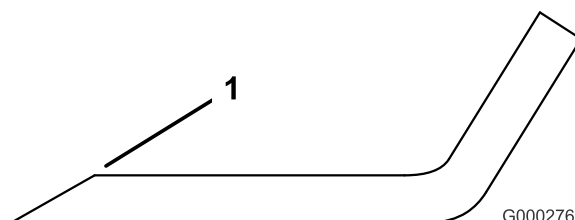

Figura 94
3. Examine as partes cortantes de todas as lâminas. Afie as extremidades de corte se estas apresentarem sinais de desgaste ou ranhuras. Afie apenas a zona superior da parte cortante e mantenha o ângulo de corte original para garantir um desempenho eficaz da lâmina (Figura 94). A lâmina mantém o equilíbrio se for retirada a mesma quantidade de metal de ambas as partes cortantes.